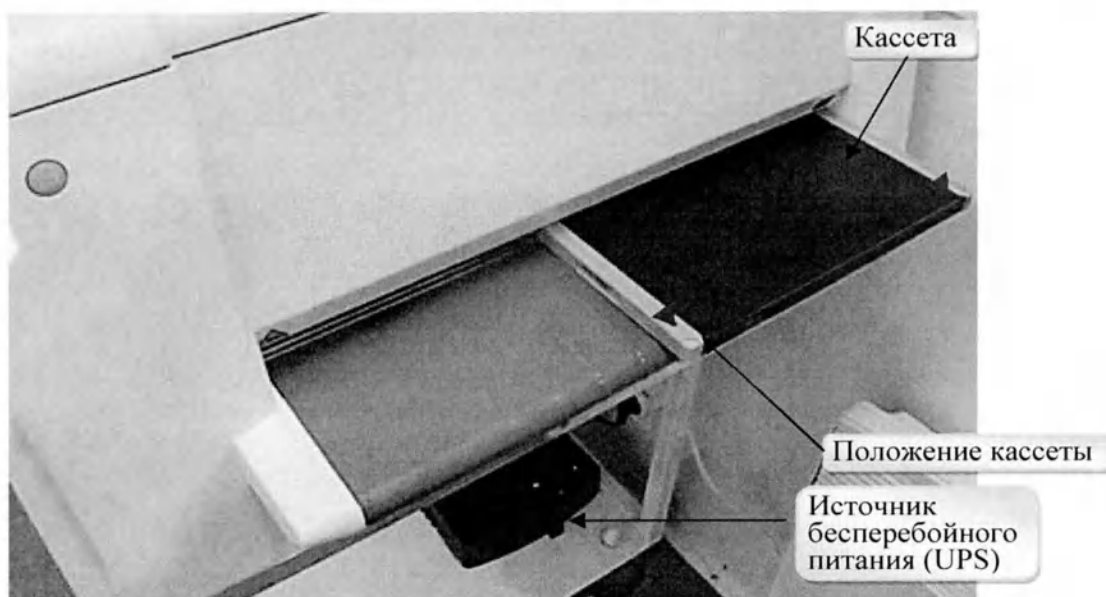

Рисунок 31 – Установка кассеты в дигитайзер
7.5. После проведения исследования пациента выбрать соответствующую проекцию в правой части окна исследования **программы NX**. Вставить кассету с соответствующей проекцией в дигитайзер (рис.31) для цифровой обработки рентгеновского изображения.